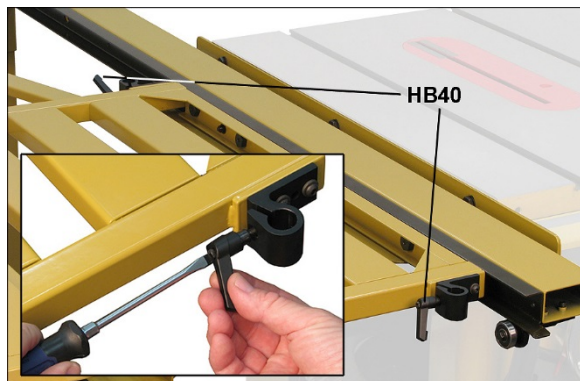

Рисунок 7-23
1. Установите две фиксирующие рукоятки (HB40, рисунок 7-23) на крепление
поворотной опоры стола. Чтобы ускорить процесс установки, поверните рукоятку ручкой наружу и закрутите винт с помощью отвертки с плоским шлицем, отпустите ручку (см. вставку, рисунок 7-23).